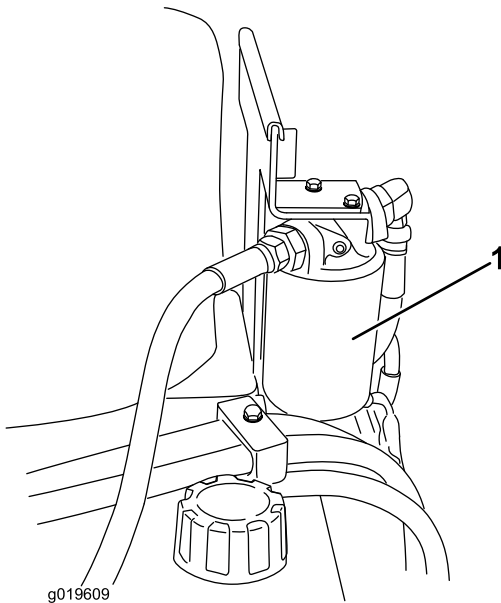

Figura 32
- Coloque un recipiente debajo del filtro (Figura 32).
- Retire el filtro usado (Figura 32) y limpie con un paño la superficie de la junta del adaptador del filtro.
- Instale el filtro hidráulico nuevo en el adaptador del filtro (Figura 32). Apriete el filtro en el sentido de las agujas del reloj hasta que la junta de goma entre en contacto con el adaptador del filtro, luego apriete el filtro $\frac{3}{4}$ vuelta más.